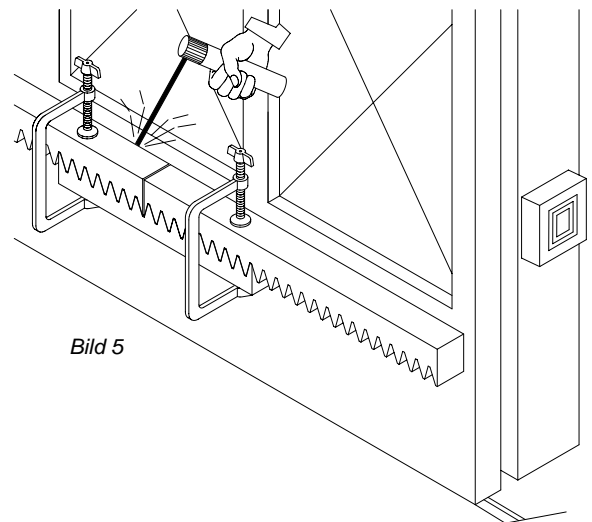

Bild 5
Am Tor ist eine Zahnstange der Größe Modul 4 anzubringen. Bei der benötigten Länge muß außer der lichten Weite auch die Befestigung der Endschalterfahnen und die Verzahnungsweite des Ritzels mit berücksichtigt werden. Je nach Zahnstangenmodell wird die Zahnstange an das Tor geschraubt oder geschweißt. Unter Beachtung von Bild 5 folgendermaßen vorgehen.
- an den Verbindungsstellen zweier Zahnstangen ein umgedrehtes Zahnstangenstück unterhalten (Bild 5) um somit die richtige Zahnteilung einzuhalten.